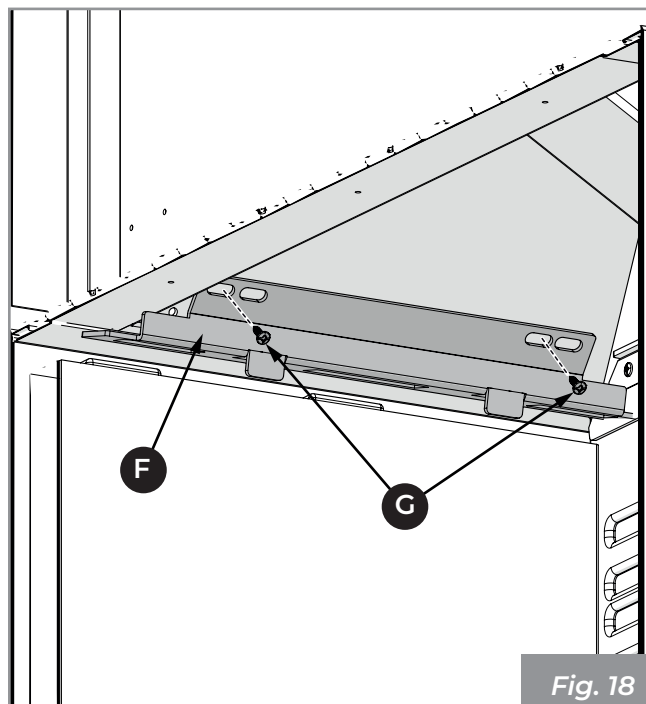

Fig. 18
- 4) Bloquer le panneau réfractaire avec le support (F) en ayant soin d'insérer les trous dans les saillies et en le fixant avec les vis (G) (Fig. 18).